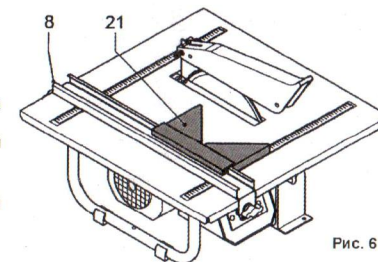

Рис. 6
Распиловка по диагонали (См. Рис.6)
- Установите параллельную направляющую (8) (См. Рис.6) на необходимом расстоянии от кромки.
- Приложите направляющий блок (21) к параллельной направляющей.
- Вложите плитку углом в паз блока (21).
- Включите плиткорез, протяните блок (21) по направляющей вперед на отрезной диск.